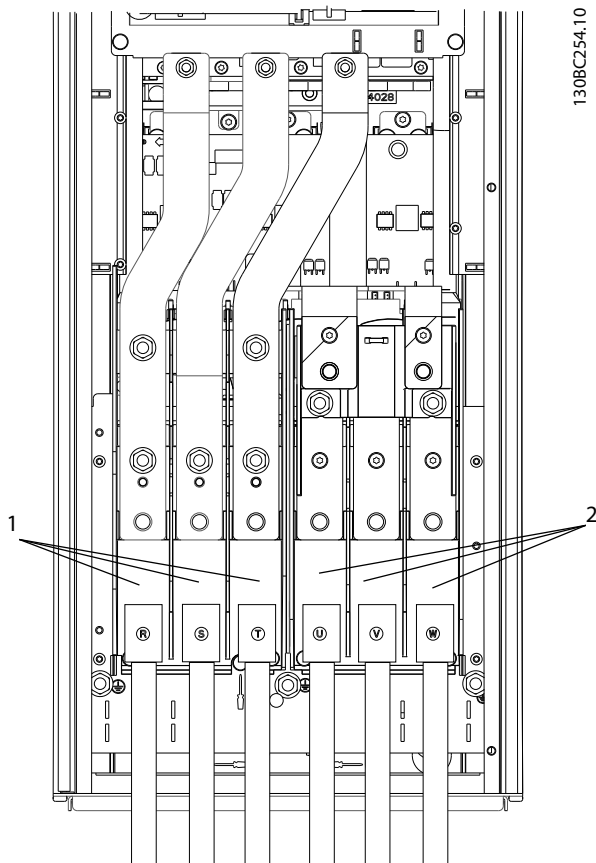

图 2.13 连接到交流主电源
- 将三相交流输入电源线路连接到端子 L1、L2 和 L3 上 (请参阅 图 2.13)